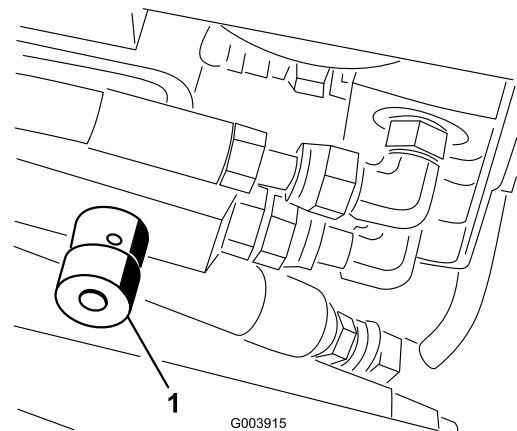

Bild 76
1. Heben Sie die Motorhaube an und finden Sie das Ventil links hinten an der Maschine (Bild 76).